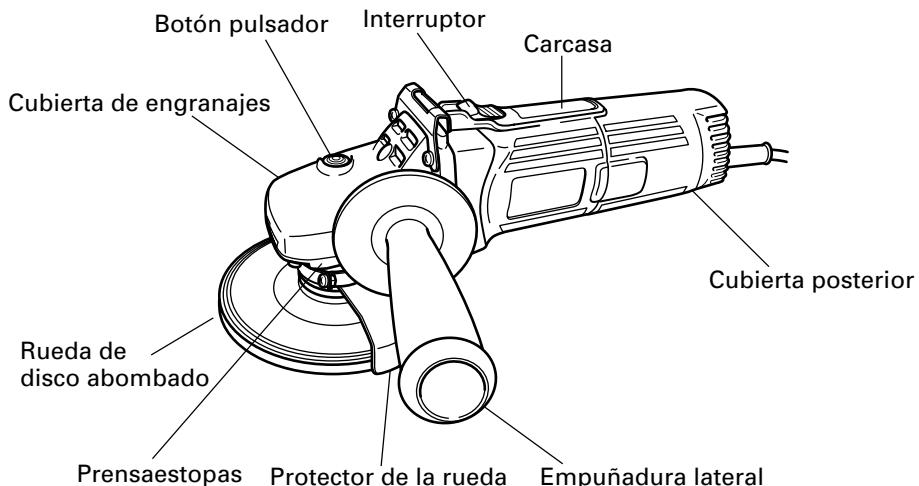

Fig.1
- Sujete firmemente la amoladora por su carcasa y la empuñadura lateral (Fig. 1).